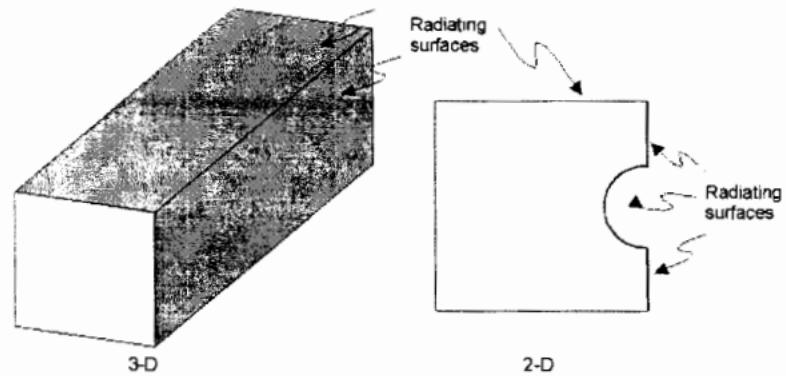

Рис. 9. Радиационные поверхности для трехмерных и двумерных моделей:
1. С помощью препроцессора PREP7 строится геометрическая модель. Радиационные поверхности не подчиняются условиям симметрии, поэтому модели, имеющие радиационные поверхности, нельзя строить с учетом геометрической симметрии, и они должны быть полными. Радиационные поверхности обычно являются поверхностями трехмерной модели и границами двумерной модели, как это показано на рис. 9.